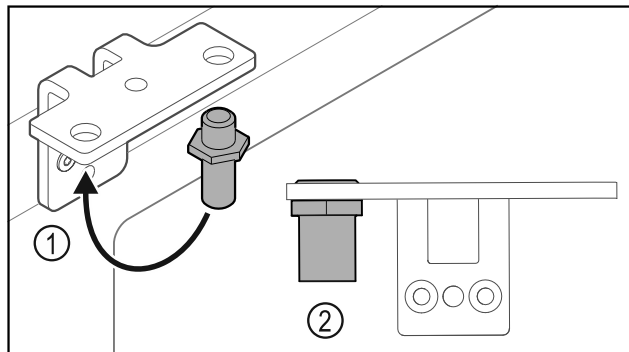

Fig. 28
- ▶ Přesaďte čep Fig. 28 (1) v úhelníku závěsu.
- ▶ Utáhněte čep Fig. 28 (2) **utahovacím momentem 12 Nm**.